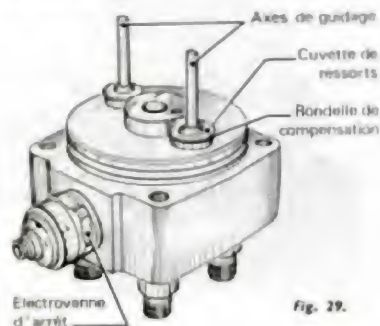

Fig. 29.
- Retourner la tête hydraulique et introduire (fig. 29) :
- Compenser par des rondelles appropriées entre les cuvettes supérieures de ressorts et les axes de guidage (fig. 29).